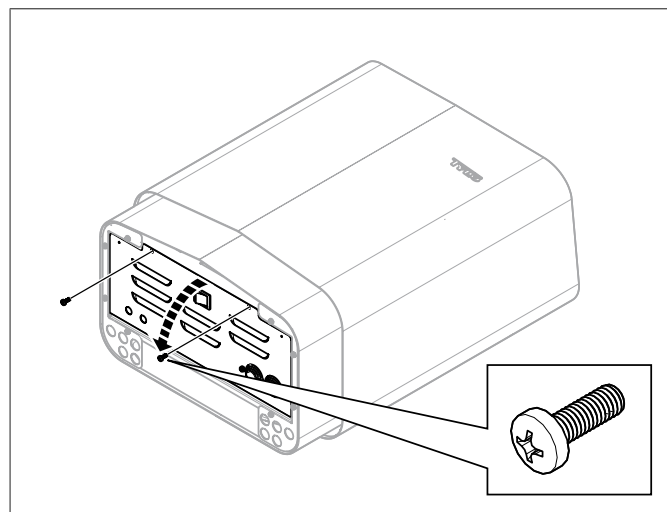

Fig 7: Ouverture/fermeture du volet
2. Desserrer les vis et ouvrir le volet (voir **Fig 7**, page 4).
7. Fermer le volet et serrer les vis (voir **Fig 7**, page 4).